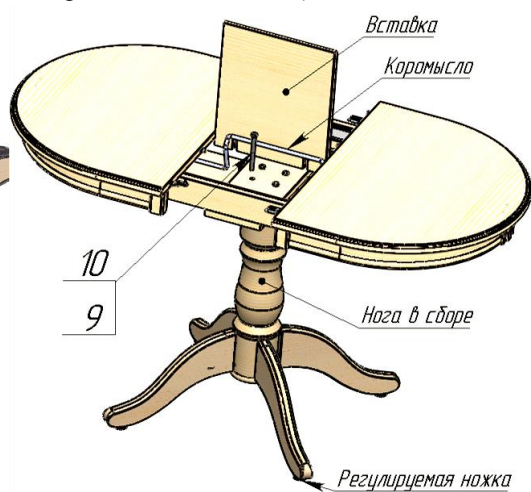

Рис. 2.
4. Собрать полностью стол (рис.2).